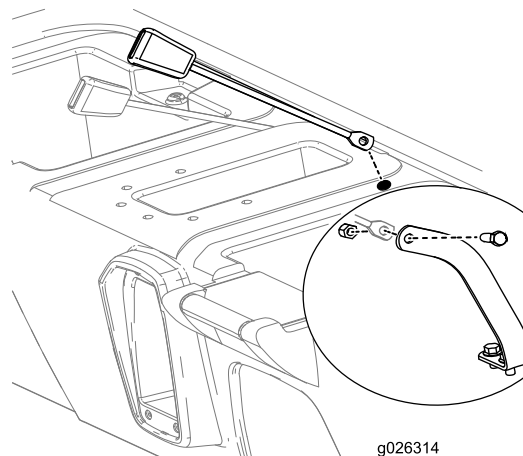

図 11
7. 各シートベルトロック・アセンブリの受け側を、座席ベースに開けた穴の一つに通す 図 11。
8. 座席ベースの後部を持ち上げておいて、そこから各シートベルトアセンブリの受け側を、アンカーに固定するボルト 7/16 インチ とロックナット 7/16 インチ を使い、図 11 のように取り付ける。